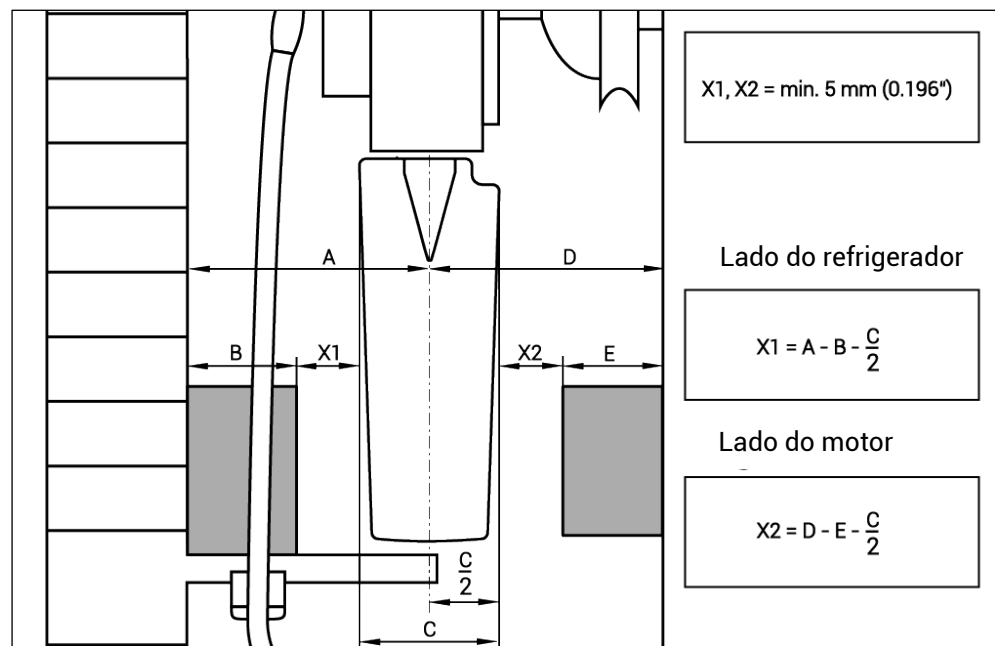

Fig. 38
33) Medir se existe interferência de objetos no caminho (ver Fig. 38).